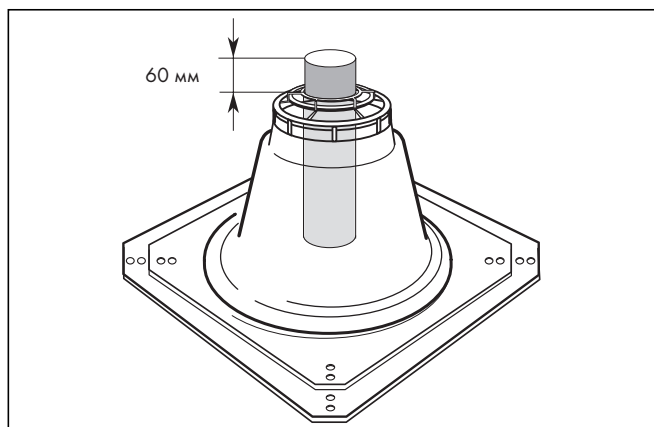

Рис. 4.26 Длина верхней трубы отвода ОГ
- Закрепите основание шахтной насадки (2) четырьмя болтами на краю устья.
- Контроль: Над основанием насадки на шахту должно выступать 60 мм (→ рис. 4.26).
- Зажмите колпак шахтной насадки (1) над верхним концом жесткого отвода ОГ и сильно надавите.